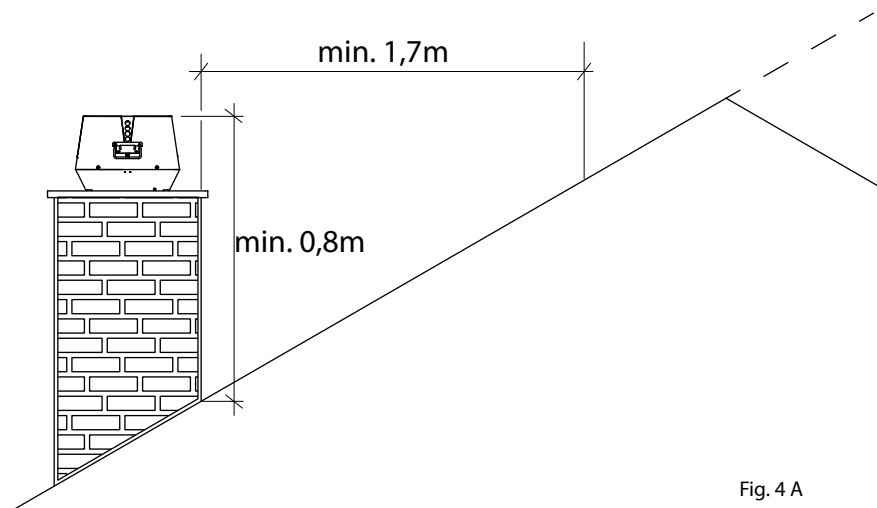

Fig. 4 A
- Distancia mínima de material no combustible según la Fig. 4 A, o de acuerdo con la legislación nacional